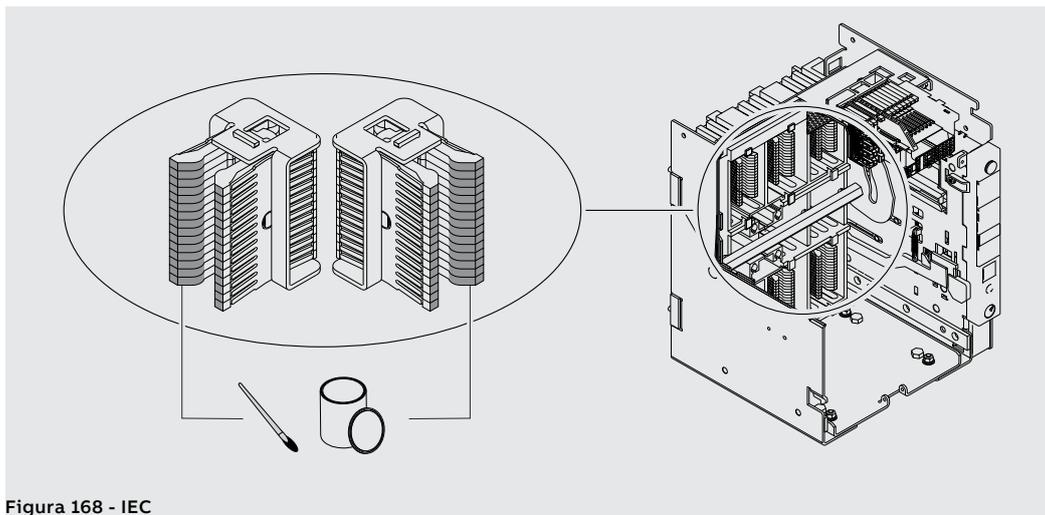
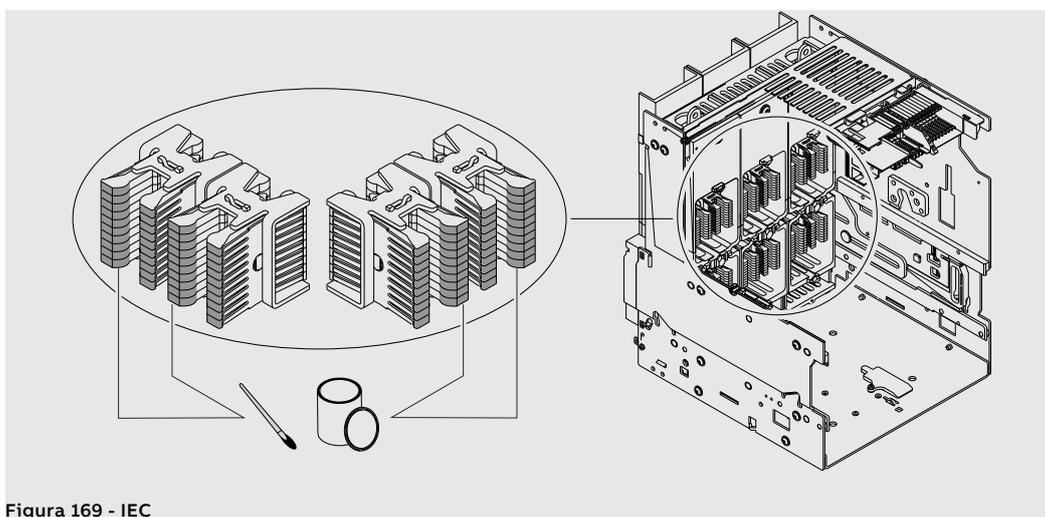

Figura 168 - IEC
Figura 169 - IEC
1. Pulire, nei punti indicati, le pinze di sezionamento; in caso di eccessivi depositi si può utilizzare un diluente laminato tipo Chemma 18 o equivalente (Figura 168 - IEC per E1.2; Figura 169 - IEC per E2.2, E4.2 e E6.2).